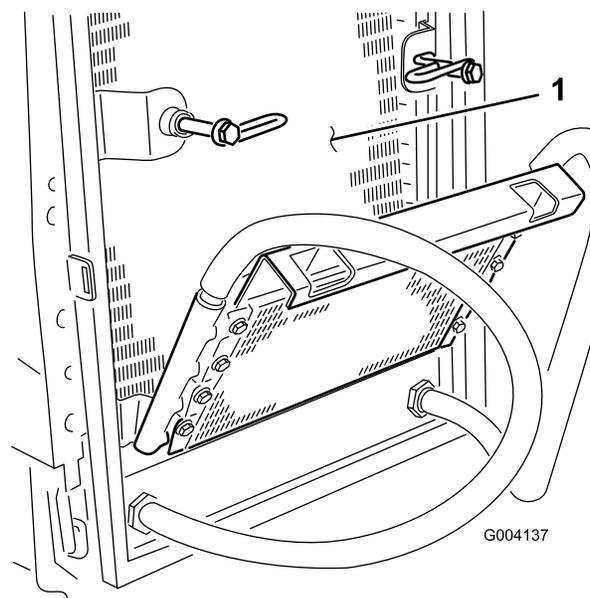

Bild 59
7. Blasen Sie von der Lüfterseite des Kühlers Druckluft mit niedrigem Druck (3,45 bar) ein (verwenden Sie kein Wasser). Wiederholen Sie den Vorgang von der Vorderseite des Kühlers und dann von der Lüfterseite. Reinigen Sie beide Seiten des Ölkühlers gründlich. Entfernen Sie, nach der gründlichen Reinigung des Ölkühlers, sämtlichen Schmutz, der sich an anderen Teilen des Geräts angesammelt hat (Bild 59) mit Druckluft.